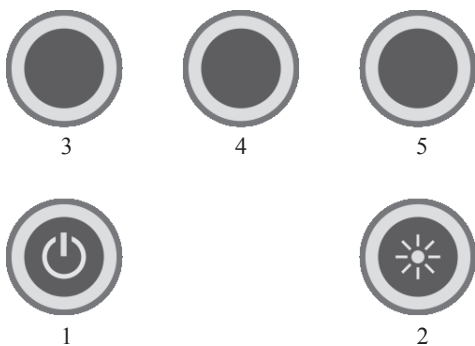

Рис.2 – Кнопки управления
6.2.1.1 Включите прибор однократным нажатием на кнопку (1, Рис.2). Перед началом работы убедитесь в работоспособности элементов питания (батарей). Если после включения прибора на дисплее появится мигающий символ разряда батареи (), нужно заменить батареи на новые.